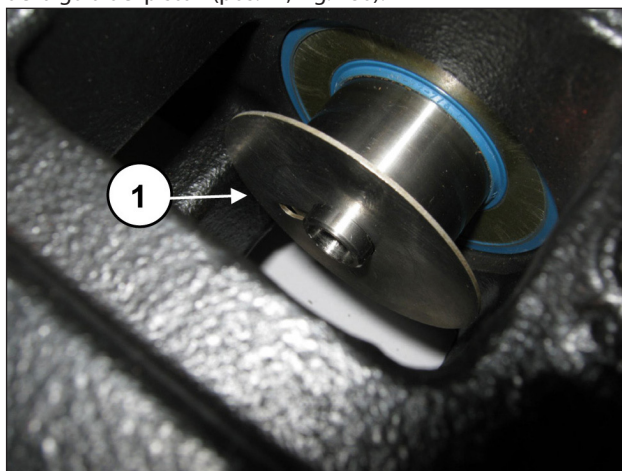

Fig. 180
Colocar los protectores contra salpicaduras en el alojamiento de la guía del pistón (pos. ①, Fig. 180).